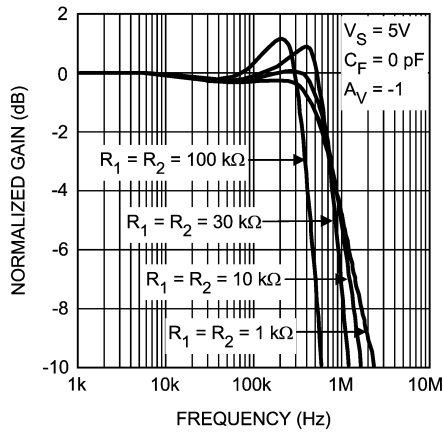

FIGURE 3. Closed Loop Gain vs. Frequency
式 (1) から、 R_1 と R_2 の値を大きくするとポールは下がることわかり、したがってアンプの帯域幅は減少します。帰還抵抗には可能な範囲でなるべく小さい抵抗値を選択してください。Figure 3 には、LMP7701/LMP7702/LMP7704 の帯域幅に対する帰還抵抗の影響を示します。